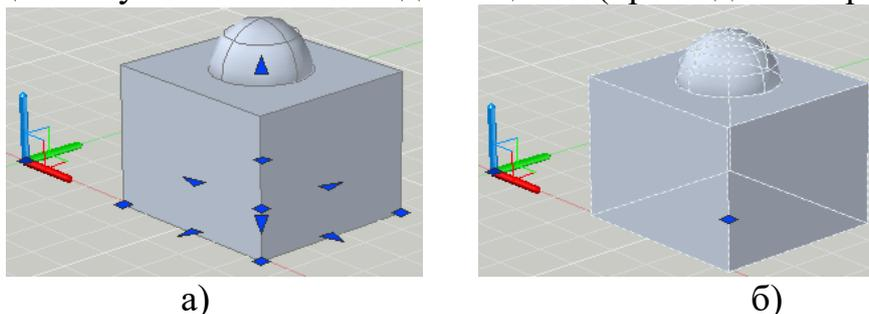

Рис. 11.24 Модель ящика і кулі до об'єднання (а) і після об'єднання (б)
**14** Команда **Объединение**  дозволяє створювати модель об'єднанням декількох об'єктів в єдине ціле. Для розуміння цієї команди накреслимо в якості приклада два об'єкта ящик і кулю, центр якої буде знаходитись на верхній площині ящика (рис. 11.24,а). Із цього рис. видно, що ящик має свої
параметри, які показані синім коліром. Після активізації команди об'єднання і виділення ящика і кулі вони стають одним цілим (при видаленні рис. 11.24,б).